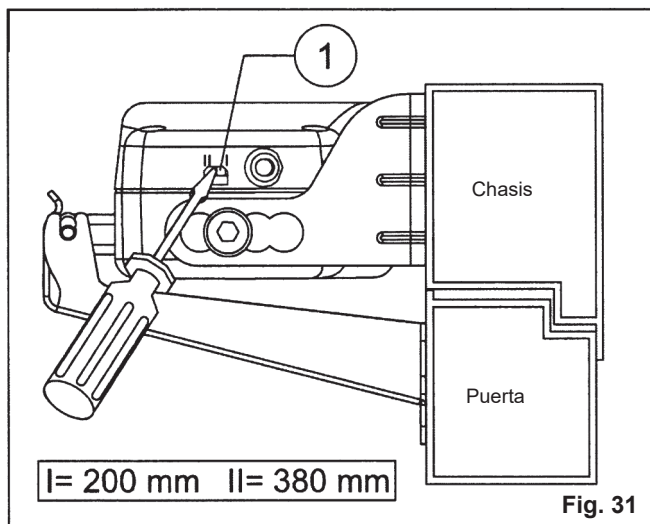

Fig. 31
9) Fig. 31/32 - Ajustar el recorrido de apertura mediante el switch (Fig. 31 - Rif. 1) colocado en el lado derecho del accionador según la apertura de la puerta y sujetar el tornillo de sujeción del terminal cadena;
⚠ PARA CAMBIAR LA CORSA PREESTABLECIDA, UTILIZAR UN DESTORNILLADOR (FIG.31) CON LA PUNTA ADECUADA. ASEGÚRESE DE INSERIR LA PUNTA HASTA LA BASE DEL MICROINTERRUPTOR Y DESPLAZARLO COMPLETAMENTE. UNA POSIBLE POSICION INTERMEDIA DEL MICROINTERRUPTOR, NO CORRECTA, PROVOCARÍA EL BLOQUEO DELMOTOR.